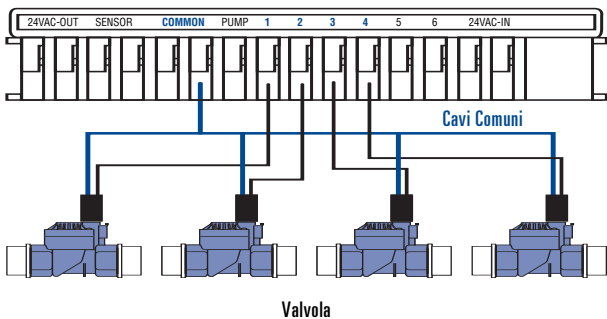

Figura 27: Collegamento del filo dell'impianto di irrigazione
- Individuare le valvole che devono essere collegate alle singole stazioni. Collegare i fili di ciascun impianto di irrigazione (con la sola eccezione del filo "comune") ai morsetti delle singole stazioni (il cui numero è riportato sopra ciascuna linguetta blu) inserendo il filo spelato nel foro sotto a ciascuna linguetta. [Vedere la Figura 27].